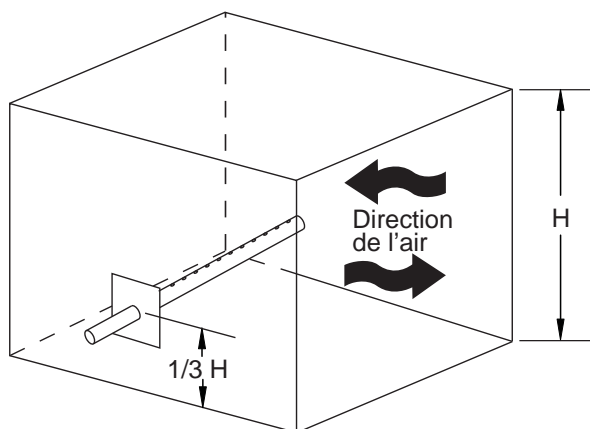
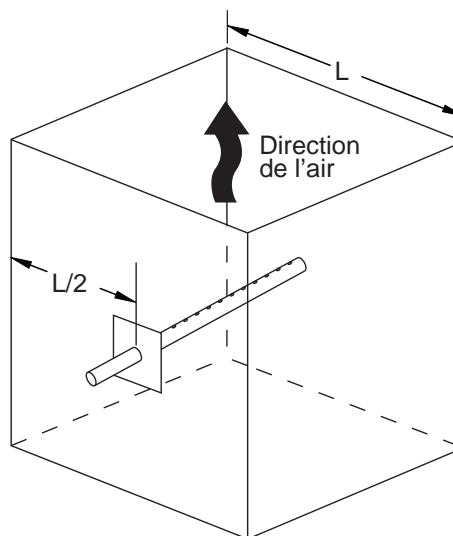

Fig. 14a CONDUIT HORIZONTAL
Fig. 14b CONDUIT VERTICAL
Une fois que l'endroit approprié a été trouvé, faites un trou d'insertion de 1-1/8" dia. dans le conduit d'air chaud pour recevoir le diffuseur de vapeur. Pour un conduit horizontal, percez le trou de 1-1/8" dia. au tiers inférieur de la hauteur du conduit. Voir Fig. 14a. Pour un conduit vertical, percez le trou de 1-1/8" dia. au milieu de la largeur du conduit. Voir Fig. 14b.
NOTE: Un tuyau à vapeur de 2 pieds est fourni avec l'unité et donc la distance entre le module de distribution et le générateur de vapeur devrait être inférieure à 2 pieds, voir figure 14a. Thermolec peut également fournir sur demande des tuyaux de vapeur de 4 pieds. Pour des distances allant jusqu'à 12 pieds, un raccordement en cuivre peut-être fourni pour raccorder des tuyaux de 4 pieds.
14.1 Une distance minimum de deux pieds séparant le module de distribution du plafond et des murs adjacents est requise. Une distance minimum de 3 pieds en face de la grille murale est également requise. Il faut donc mesurer un rectangle de  $9 \frac{1}{8}$ " en largeur par  $6 \frac{1}{4}$ " en hauteur. Le rectangle doit être à niveau avec le plancher. Percer ensuite un petit trou servant de guide à travers le mur pour chaque coin du rectangle. À l'aide d'une scie, couper le rectangle de coin à coin. ATTENTION: Assurez-vous de ne pas couper à travers des connections de plomberie ou d'électricité. Voir figure 14b.